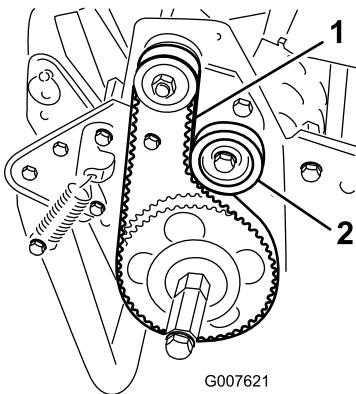

Figura 31
2. Verifique a tensão pressionando a correia a meio curso entre as polias (Figura 31) com uma força de 1,8 a 2,3 kg. A correia deverá flectir-se 6 mm.
- A. Desaperte a porca de montagem da polia intermédia e incline-a para o lado de trás da correia até que obtenha a tensão desejada da correia (Figura 31).